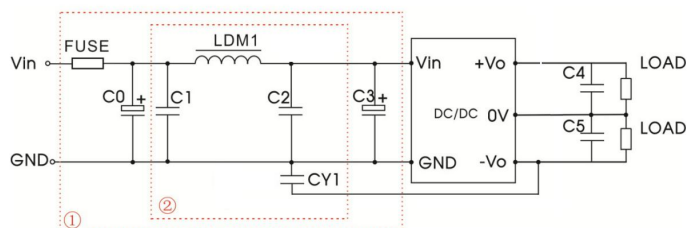

图 3
辐射骚扰	CISPR32/EN55032 CLASS B (推荐电路见图 3-②)
注：图 3 中第①部分用于 EMS 测试；第②部分用于 EMI 滤波，可依据需求选择。